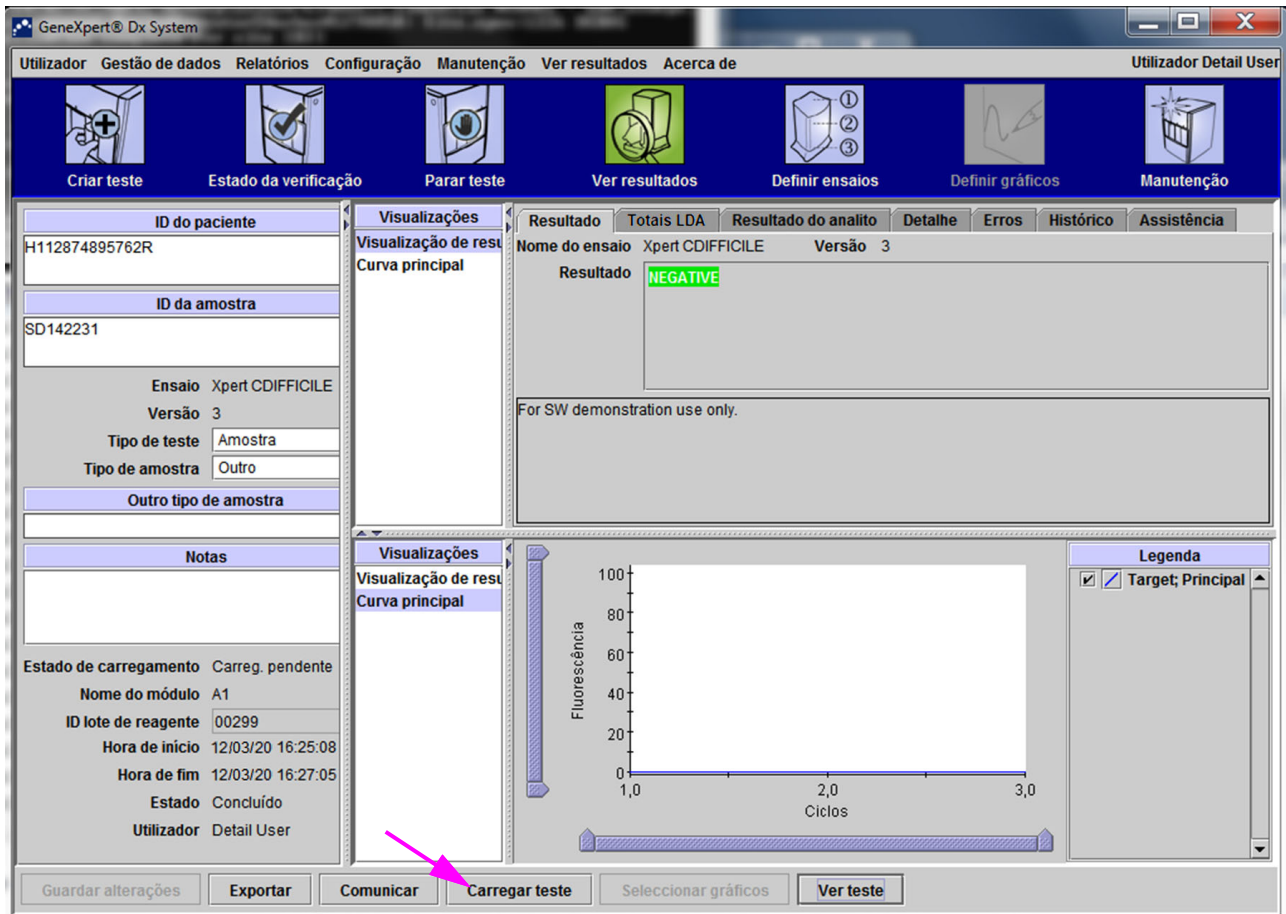
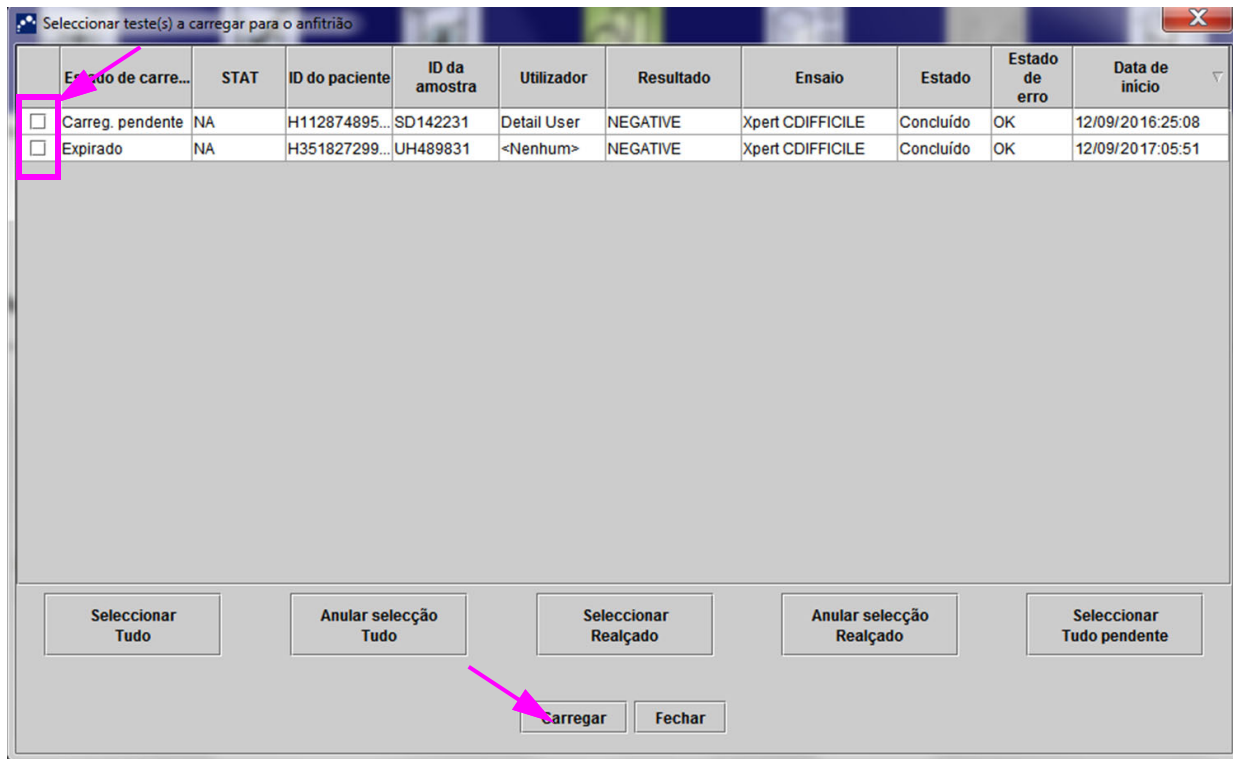

Figura 5-99. Carregamento para o anfitrião indicado na área de informações do teste da janela Ver resultados
Figura 5-100. Janela Seleccionar teste(s) a carregar para o anfitrião
Uma vez concluído o teste, o resultado será automaticamente carregado. O estado do carregamento é indicado na área de informações do teste da janela Ver resultados. Consulte a figura 5-99.
2. Clique em **Carregar teste** na janela Ver resultados (consulte a figura 5-99). É apresentada a janela Seleccionar teste(s) a carregar para o anfitrião, que mostra os testes concluídos. Consulte a figura 5-100.